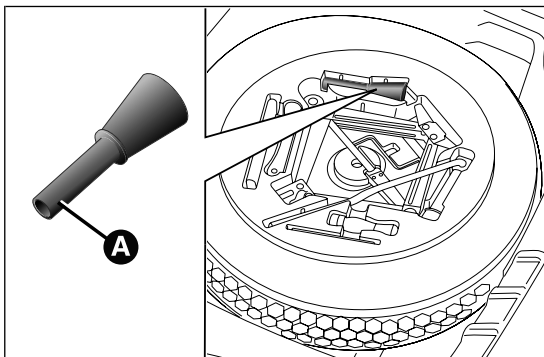
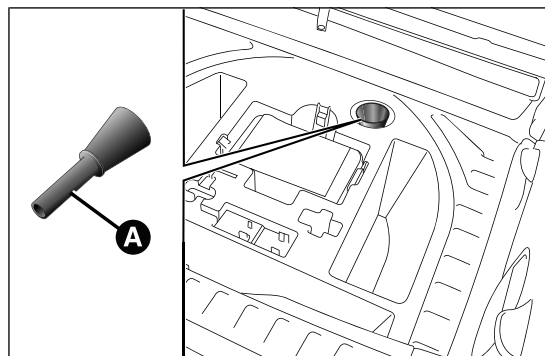

fig. 121
fig. 122
- ☐ abrir el maletero y utilizar el correspondiente adaptador A situado en la caja de herramientas (versiones equipadas con rueda de repuesto - para versiones/países donde esté previsto) fig. 121 o en la caja del Fix&Go Automatic (versiones equipadas con Fix&Go Automatic) fig. 122;